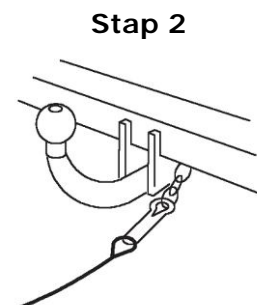

Fig 3-5
2. Of sluit de kabel direct met de clip aan op het aansluitpunt (Fig. 3-5).